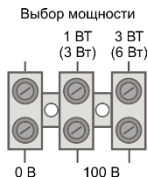

Рисунок 2
- ✓ провод линии, который подключен к зажиму БРО с обозначением “100 В”, соедините с зажимом громкоговорителя с обозначением “1 Вт” или “3 Вт” для ВИСТЛ-М Н-100-3, и “3 Вт” или “6 Вт” для ВИСТЛ-М Н-100-6 (см. рис.2).
- ✓ провод линии, который подключен к зажиму БК-16 с обозначением “+”, соедините с зажимом громкоговорителя с обозначением “1 Вт” или “3 Вт” для ВИСТЛ-М Н-100-3, и “3 Вт” или “6 Вт” для ВИСТЛ-М Н-100-6 (см. рис.2).
1.1 В громкоговорителе предусмотрена возможность дискретной регулировки шумовой мощности: 1 Вт или 3 Вт для ВИСТЛ-М Н-100-3, и 3 Вт или 6 Вт для ВИСТЛ-М Н-100-6, рисунок 2. Предприятие - изготовитель устанавливает величину шумовой мощности 1 Вт для ВИСТЛ-М Н-100-3 и 3 Вт для ВИСТЛ-М Н-100-6. При недостаточной громкости транслируемых сообщений переключите громкоговоритель в режим с большей выходной мощностью.